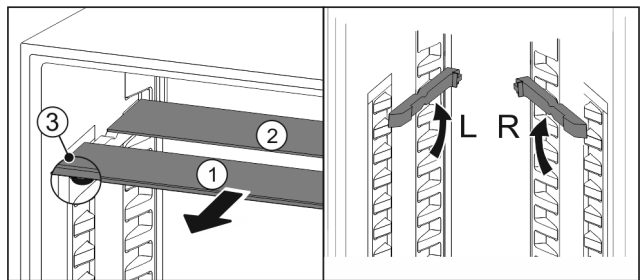

Fig. 94
- ▶ Retire las planchas de cristal individualmente hacia delante Fig. 94 (1).
- ▷ La placa de vidrio Fig. 94 (1) con moldura está situada delante.
- ▷ Los topes Fig. 94 (3) miran hacia abajo.